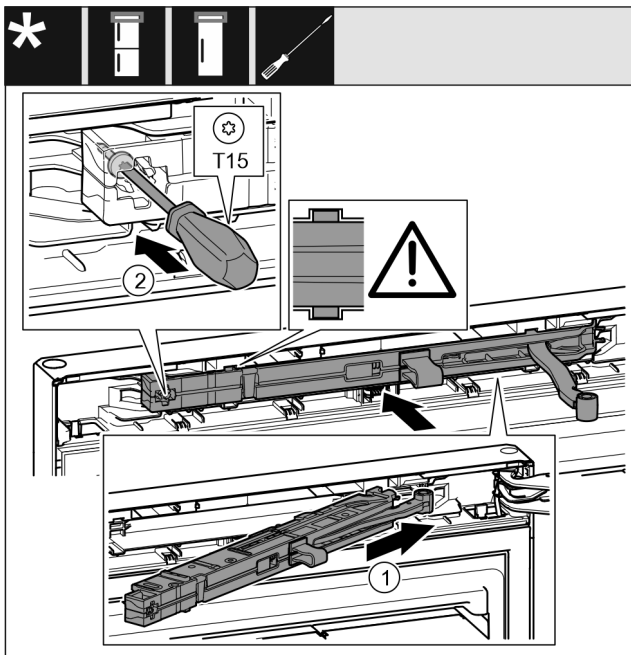

Fig. 25
- ▶ Skub lukkedæmperenheden på hængselkonsolsiden skråt ind i åbningen indtil anslag. *Fig. 25 (1)*
- ▶ Stram skruen med en skruetrækker T15. *Fig. 25 (2)*